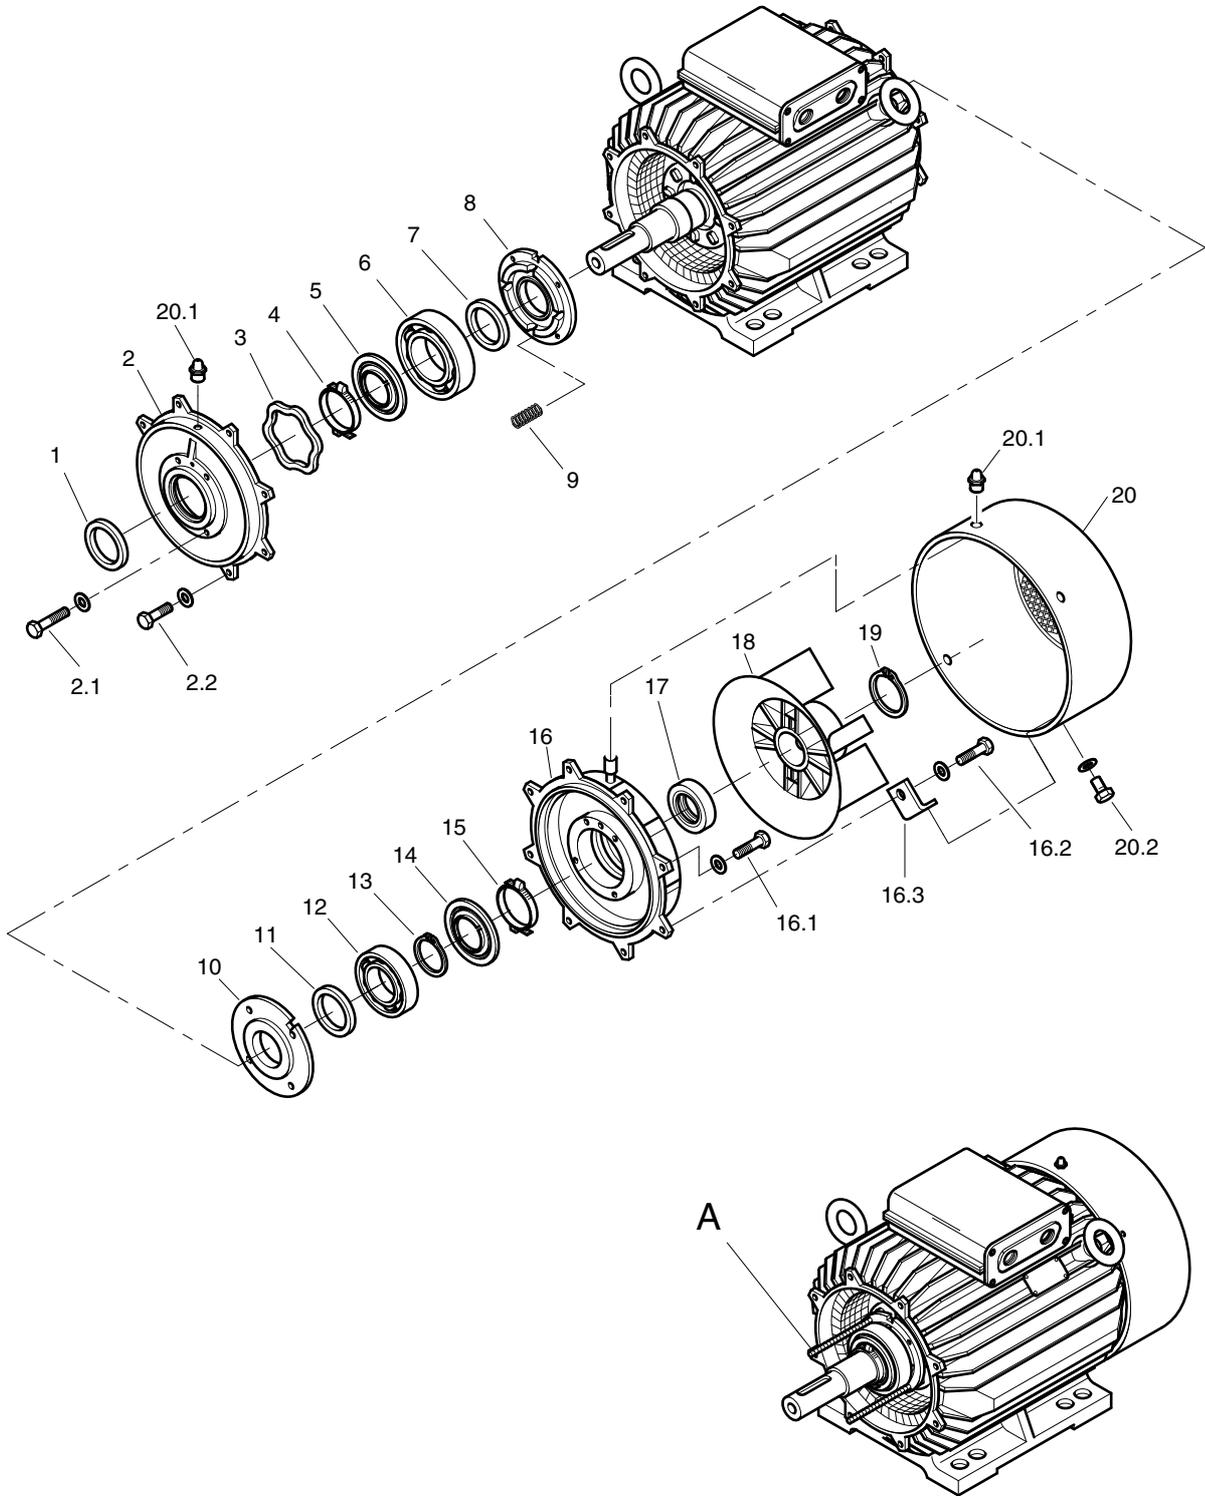

Figure 13: Changement de palier AH180 à AH315
5.5.2 Montage des paliers à roulement à billes côté entraînement et côté opposé (→ Fig. 13) (Pour les roulements à rouleaux côté entraînement, voir 5.5.4)